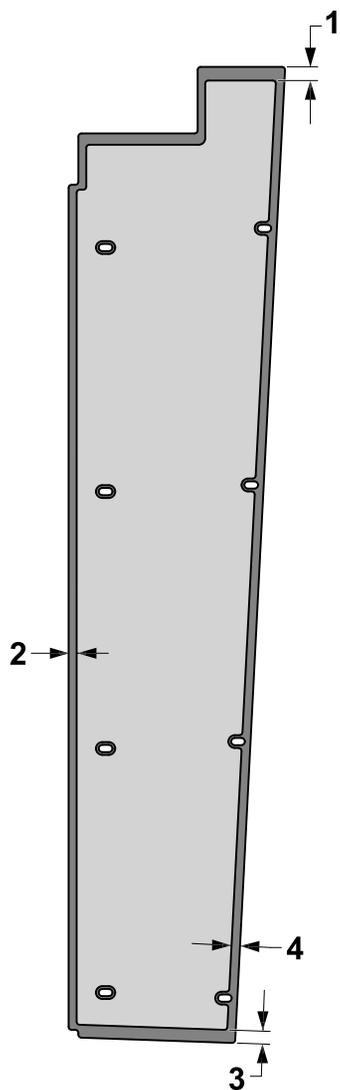

Figure 27
3. Retirez la pellicule protectrice et fixez les panneaux insonorisants et les tampons isolants extérieurs de montant sur les caches du montant arrière, comme montré à la Figure 26 et la Figure 27.
La Figure 27 montre les dimensions correctes pour l'installation des tampons isolants extérieurs de montant et les panneaux insonorisants sur les caches de montant arrière.